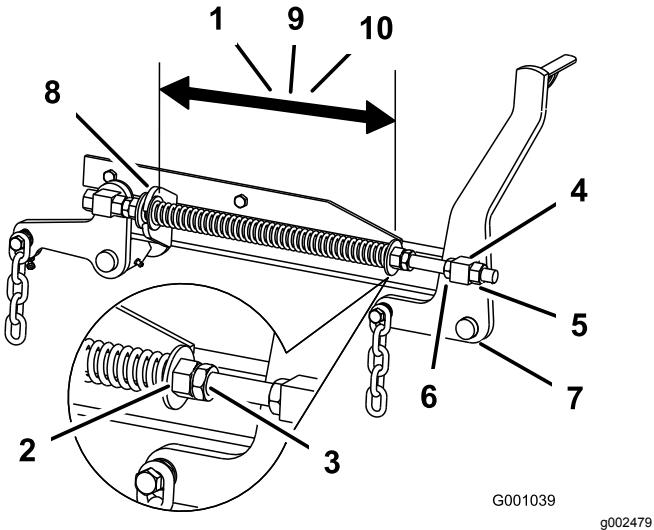

Bild 100
2. Prüfen Sie den Abstand zwischen den beiden großen Scheiben. Für Mähwerke mit 132 cm sollte der Abstand 28,2 cm, für Mähwerke mit 152 cm sollte der Abstand 26,7 cm und für Mähwerke mit 182 cm sollte der Abstand 29,2 cm betragen (Bild 100).
3. Stellen Sie den Abstand ein. Lösen Sie die Federklemmmutter und drehen Sie die Mutter vorne an jeder Feder (Bild 100).
4. Arretieren Sie die Mutter, indem Sie die Federklemmmutter anziehen (Bild 100).